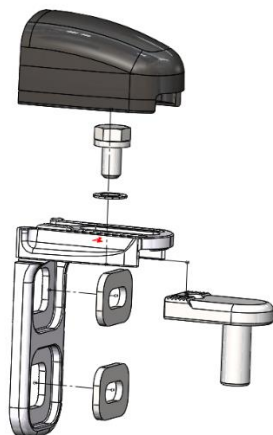
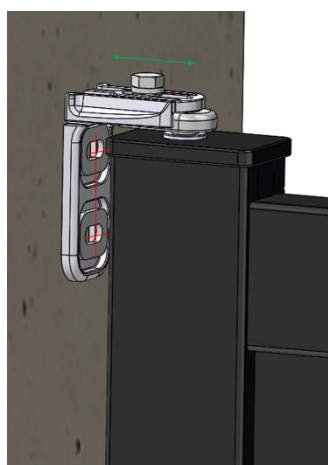
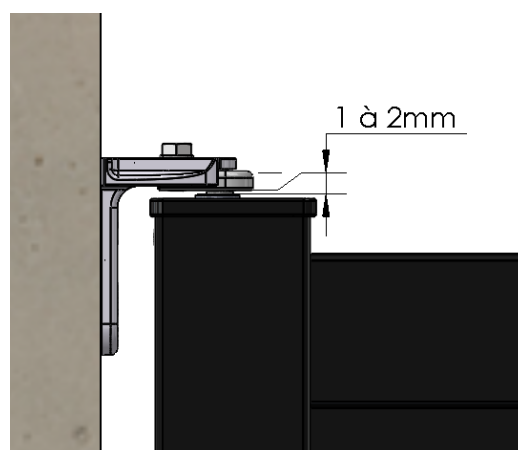

Figure 12
Figure 13
Figure 14
- 1) Percer le seuil à une distance de 55mm du pilier pour y fixer le gond bas suivant **figure 12**. Choisissez une visserie adaptée à votre maçonnerie.
-Figure 12-
- Figure 13
- 2) Positionner le vantail sur des cales de 60mm en appui sur la traverse basse suivant **figure 13**.
- 4) Placer et tracer sur le pilier la position du gond haut suivant **figure 14**, en laissant un jeu de ≈ 1 mm entre le gond et le portail.
- Figure 14
- a) Assembler le gond (**Figure 12**) sans le capot et sans serrer l'écrou de blocage pour que le pivot coulisse librement. Le positionner sur le montant. (Figure 13)
- b) Plaquer l'équerre sur le pilier et tracer la position du gond haut suivant (**Figure 13**) en veillant à laisser un jeu de $\approx 1\text{mm}$ entre le gond et le bouchon du portail (**Figure 14**).